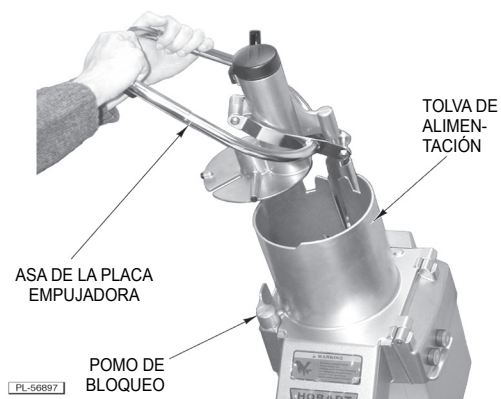

Fig. 3
1. Levante el asa de la placa empujadora y muévala hacia la izquierda, alejándola de la tolva de alimentación (Fig. 3).
2. Gire el pomo de bloqueo en sentido contrario a las agujas del reloj para desbloquear la tolva de alimentación (Fig. 3).
3. Eleve la tolva de alimentación (Fig. 3).
8. Vuelva a colocar la tolva de alimentación en su posición (Fig. 3).